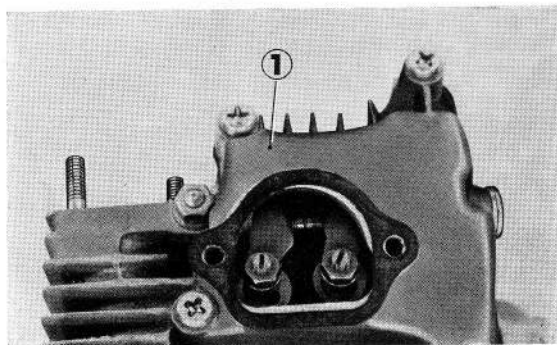

Figure 2-5 : ① porte de visite des culbuteurs
1. Déposer la porte de visite des culbuteurs (figure 2-5)